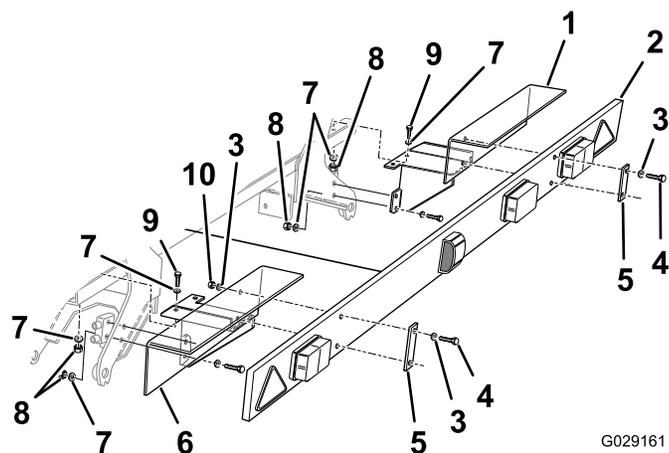

Figure 14
- Montez les supports du panneau d'éclairage sur l'arrière de la machine à l'aide de 4 boulons (M8 x 80), 8 rondelles (M8) et 4 contre-écrous (M8), ainsi que des 2 fixations des vannes de dérivation sur les deux coins arrière des plateaux de coupe (plateaux 1 et 5 pour le modèle 02700 ; plateaux 2 et 6 pour le modèle 02701) et fixez la partie inférieure du support comme montré à la **Figure 14**.
2. Fixez le panneau d'éclairage sur les supports à l'aide de 2 pattes de fixation, 4 boulons (M10 x 40 po), 8 rondelles (M10) et 4 contre-écrous (M10) ; voir Figure 14.